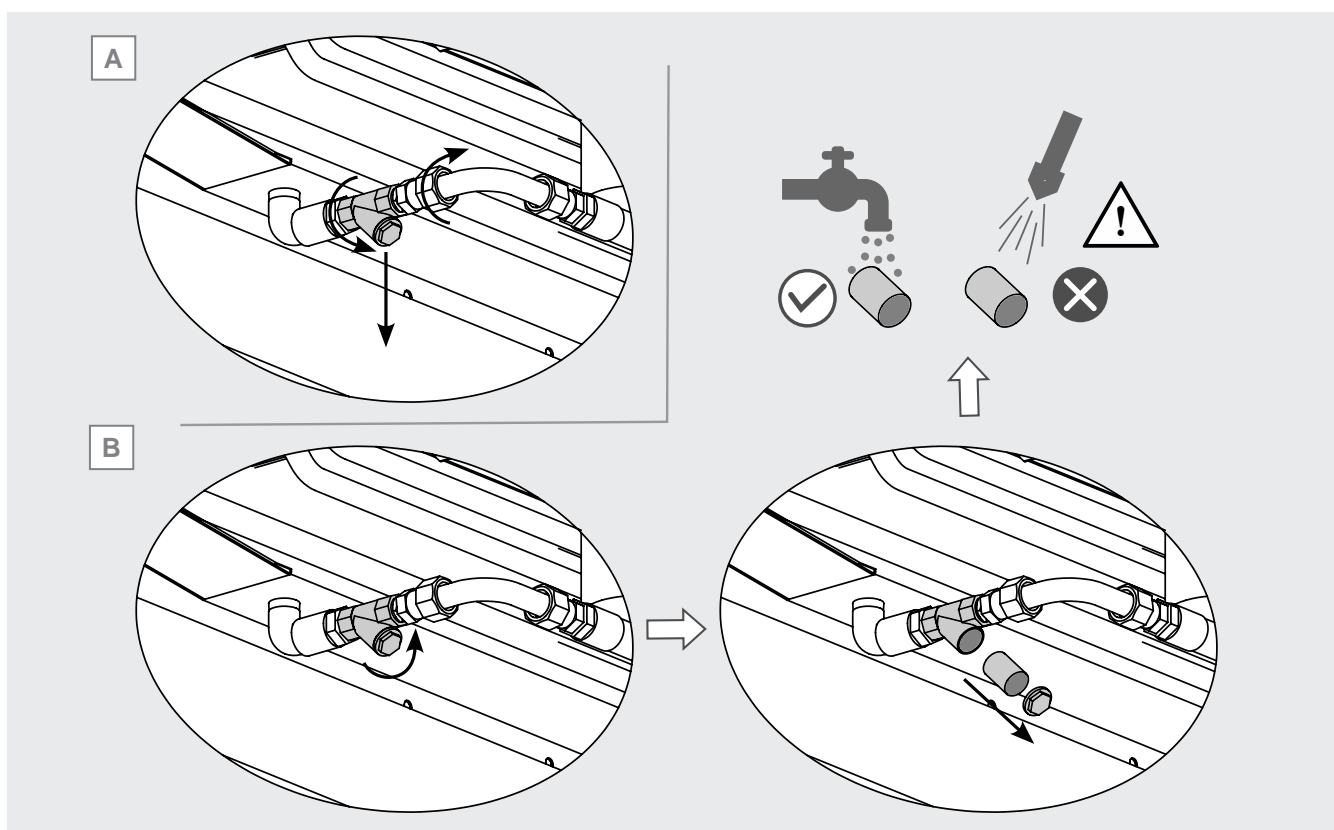

Figura 33
- 12.18.6 Nel caso in cui si debba sostituire l'intero filtro, svitare gli attacchi alle estremità, v. Figura 33 A: prima l'attacco rapido e poi il dado. Rimuovere il filtro e sostituirlo con uno nuovo avente le stesse dimensioni e le stesse caratteristiche: prestare attenzione alla pressione nominale riportata sul corpo del dispositivo. Contattare Modine se necessario.
- 12.18.7 Per la pulizia del filtro, svitare il tappo di chiusura posto nella parte inferiore del corpo, rimuoverlo e rimuovere il cestello interno. Fare attenzione a non danneggiare il cestello. V. Figura 33 B.